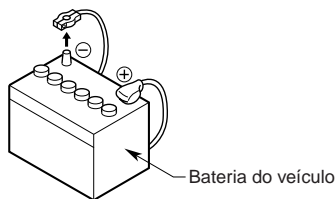

Figura 1
3. Não se esqueça de desligar o terminal "⊖" da bateria antes de iniciar a instalação para evitar curtos-circuitos. (Figura 1)